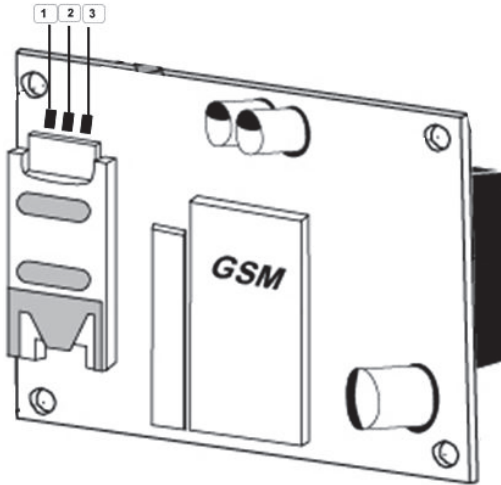

Figure 3: LED's du module GMS
2. Selon l'emplacement du câble réseau, dirigez et insérez le câble dans les ouvertures (voir Figure 3).